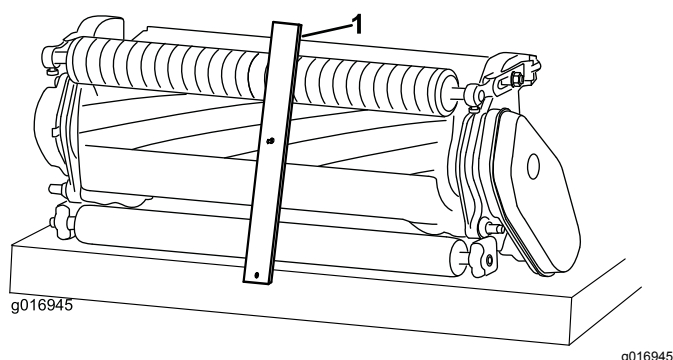

Figura 19
3. Enganche la cabeza del tornillo sobre el filo de la contracuchilla y apoye el extremo trasero de la barra sobre el rodillo trasero (Figura 19).